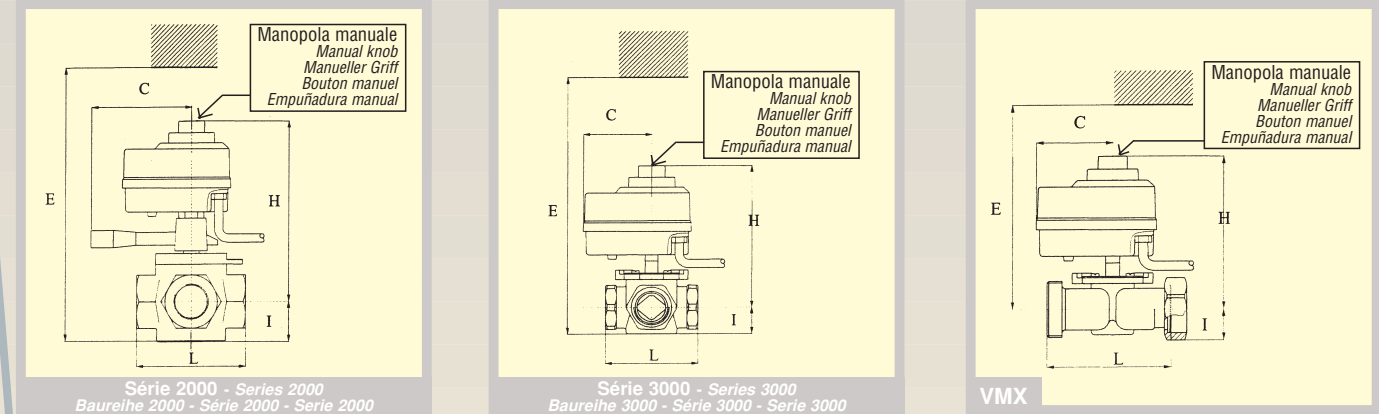

Fig. 2 Dimensioni d'ingombro - Fig. 2 Overall dimensions - Abb. 2 Außenabmessungen - Fig. 2 Dimensions - Fig. 2 Dimensiones totales
**FUNZIONAMENTO E COMANDO MANUALE** Tutti i servocomandi elettrici permettono di ottenere una regolazione di tipo ON/OFF (con comando elettrico SPDT) o modulante (regolazione di tipo P con motori passo-passo). La corsa angolare max. è di 90° (taratura fissa standard dei micro di fine corsa). Nella regolazione manuale, la posizione dell'otturatore viene controllata mediante l'indice dell'adattatore in corrispondenza dell'etichetta graduata posta sul corpo valvola. Per fare tutto ciò, basta premere la manopola manuale posta sopra il servomotore, e ruotarla nella posizione desiderata (vedi Fig. 2). N.B. il servomotore non dev'essere montato con il fronte verso il basso.
**OPERATION AND MANUAL CONTROL** All electric servo controls permit ON/OFF (with SPDT electrical command) or modulating (P type regulation with stepper motor) regulation. The max. angular travel is 90° rotation of the valve gate (standard fixed setting of the travel stop microswitches). In manual control the position of the gate is controlled by the pointer on the adapter placed on the graduated label on the valve body. To adjust this just press on the manual knob placed above the servomotor and rotate it to the desired position (see Fig. 2). NOTE: the servomotor must not be installed with its front facing down.
**BETRIEB UND MANUELLE BEDIENUNG** Alle elektrischen Stellantriebe gestatten eine ON/OFF bzw. 3-Punkt (elektr. SPDT-Steuerung) oder stetig (P-Regelung mit Schrittmotor). Der maximale Verfahrensweg ist 90°, (feste Standardeinstellung der Mikroendschalter). Zur manuellen Einstellung wird die Position des Schiebers vom Zeiger des Adapters auf Höhe des Skalenetiketts am Ventilgehäuse gesteuert. Hierzu muß nur der Drehknopf oben am Stellantrieb gedrückt und in die gewünschte Position gestellt werden (siehe Abb. 2). Hinweis: Der Stellantrieb darf nicht mit der Vorderseite nach unten montiert werden.
**FONCTIONNEMENT ET COMMANDE MANUELLE** Tous les servomoteurs électriques permettent d'avoir une régulation ON/OFF (avec commande électrique SPDT) ou bien modulante (régulation de type P avec moteur pas à pas). La course angulaire est de 90° maximum (réglage fixe des micro-interrupteurs de fin de course). En utilisation manuelle, la position du boisseau est repérée par le biais de l'indicateur du joint d'accouplement sur la plaquette métallique graduée du corps de vanne. Pour la manœuvre, il suffit d'appuyer sur la poignée et de tourner celle-ci jusqu'à la position souhaitée (voir Fig. 2). N.B. le servomoteur ne doit pas être installé bouton vers le bas.
**FUNCIONAMIENTO Y CONTROL MANUAL** Todos los servocomandos eléctricos permiten obtener una regulación de tipo ON/OFF (con control eléctrico SPDT) o modulante (regulación de tipo P con motores paso a paso). El recorrido angular máximo es de 90° (calibrado fijo estándar de los micros de final de carrera). En la regulación manual, la posición del obturador se controla mediante el índice del adaptador en correspondencia con la etiqueta graduada situada en el cuerpo de la válvula. Para ello sólo es necesario presionar la empuñadura situada en el servomotor y girarla en la posición deseada (ver Fig. 2). NOTA: el servomotor no debe montarse con la parte frontal hacia abajo.